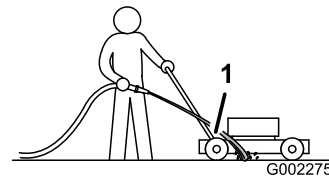

Figura 18
3. Sujete la manguera a la altura del manillar y dirija el agua para que fluya sobre el suelo justo por delante de la rueda trasera derecha (Figura 18).